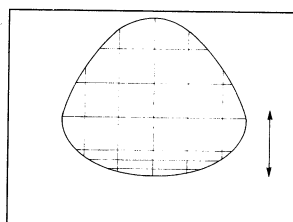

Bild 5
- Stellen Sie die vertikale Symetrie so ein, daß Sie eine symetrische Auflösung zwischen oberen und unteren Bild erhalten (Bild 5).